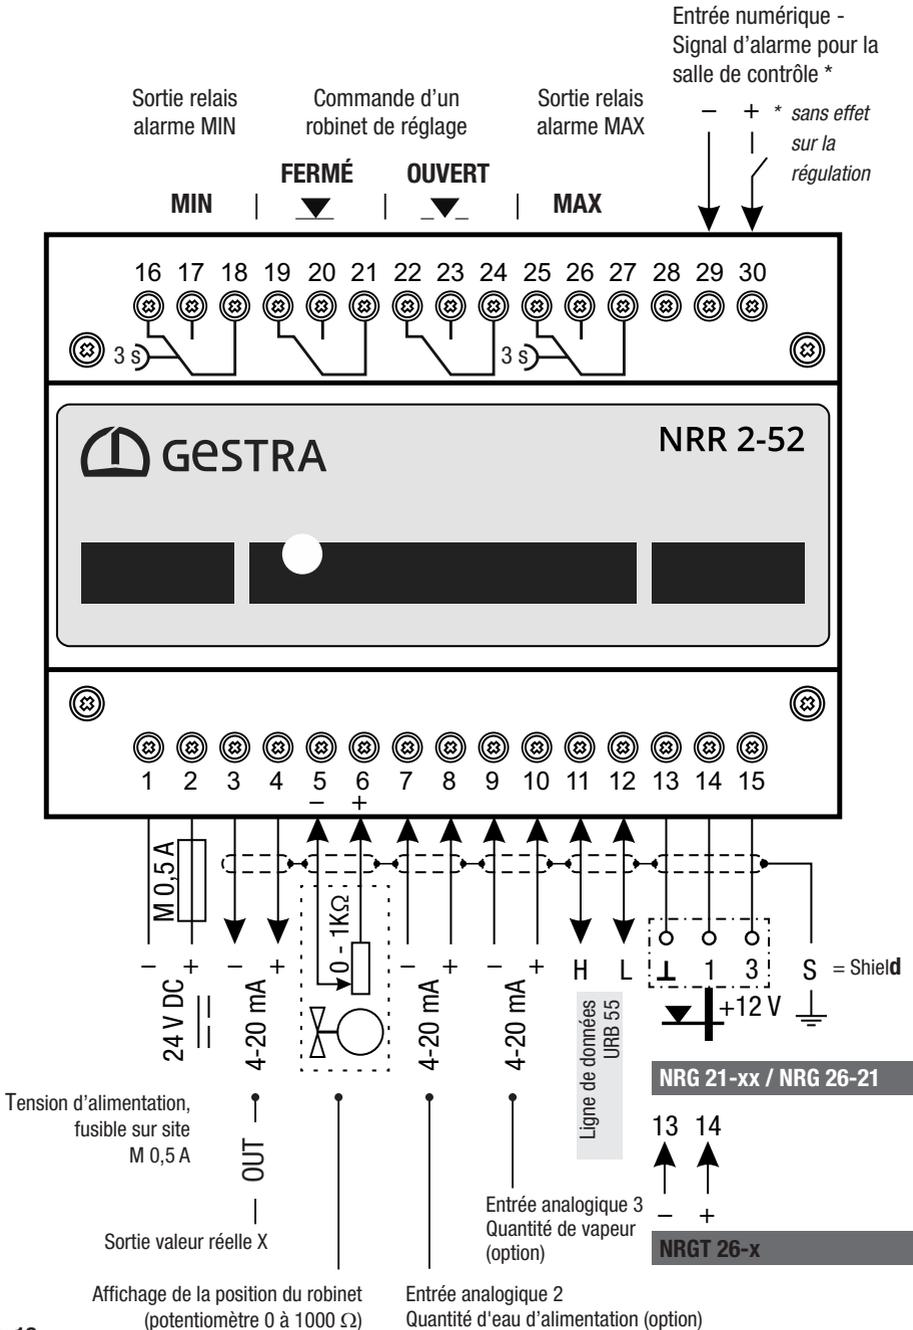
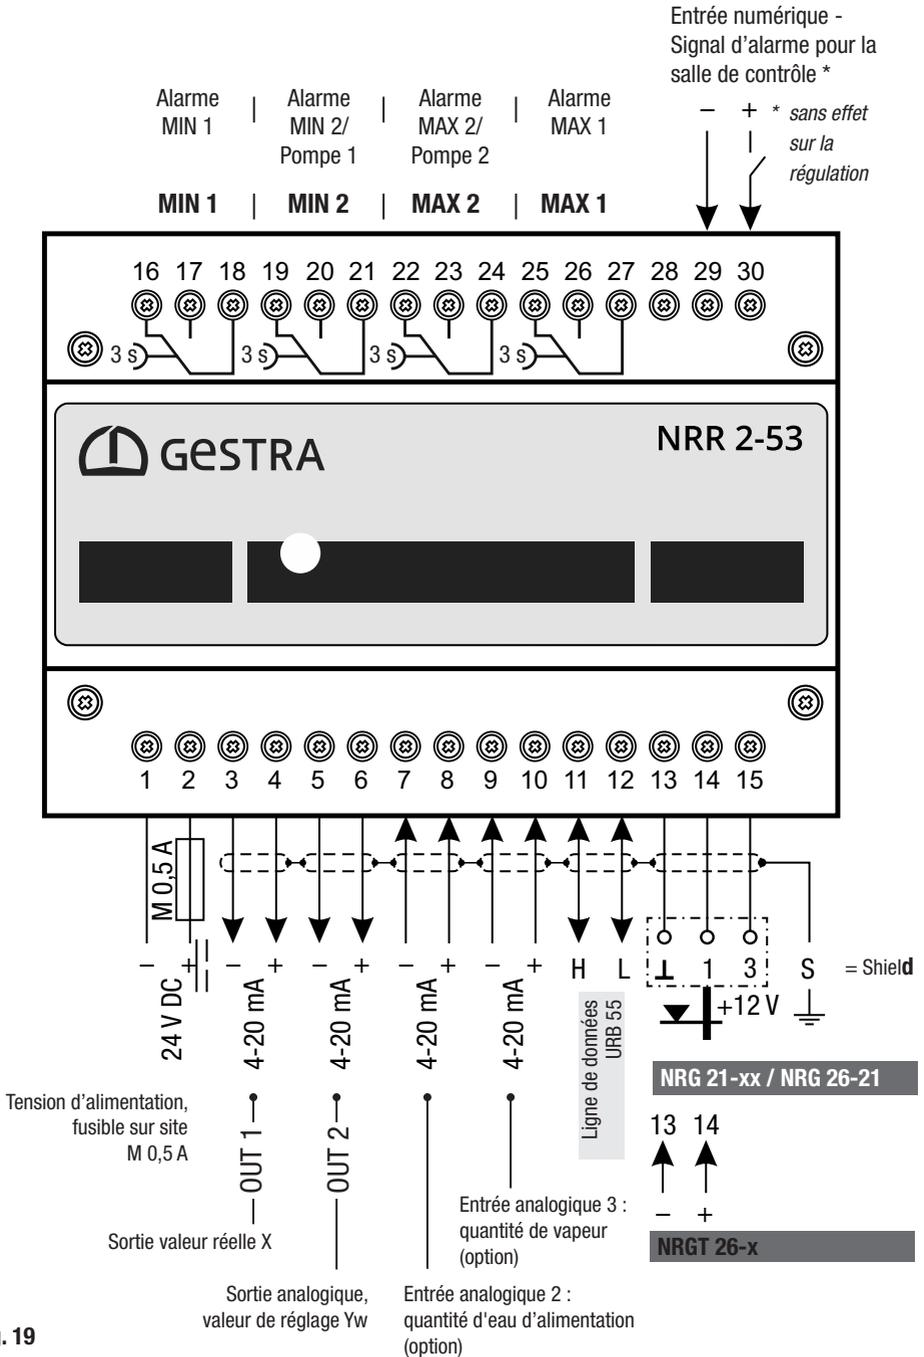

Fig. 18
Fig. 19
- Raccordez le régulateur de niveau et tous les composants associés conformément aux schémas de raccordement **Fig. 18 / Fig. 19** des présentes instructions.
- Raccordez les sorties conformément aux schémas de raccordement **Fig. 18 / Fig. 19**.
Un câble de commande préconfectionné avec connecteur femelle est fourni pour raccorder les appareils, affectation du bornier conformément au schéma de raccordement **Fig. 18, Fig. 19**.
- Affectez le bornier conformément au schéma de raccordement, **Fig. 18, Fig. 19**.